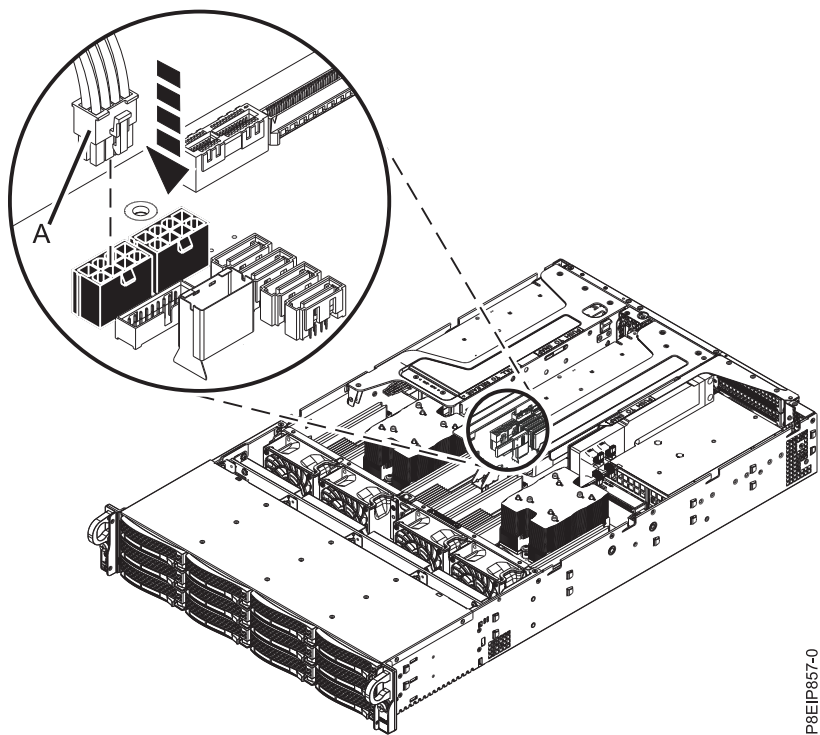

Figure 31. Connexion du câble d'alimentation de l'unité de traitement graphique
- c. Connectez le câble d'alimentation de l'unité de traitement graphique (A) dans le fond de panier système comme indiqué dans la figure 31, à la page 30. Du pouce, appuyez sur le loquet du connecteur pour retirer le câble.